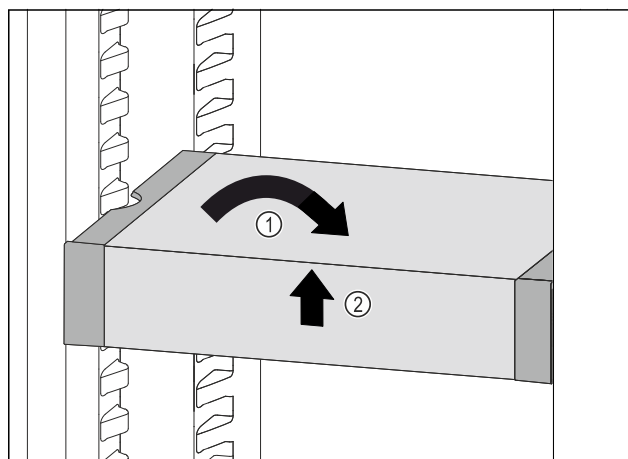

Fig. 101
- Remettre le VarioSafe droit. Fig. 101 (1)
- Soulever la partie avant du VarioSafe. Fig. 101 (2)